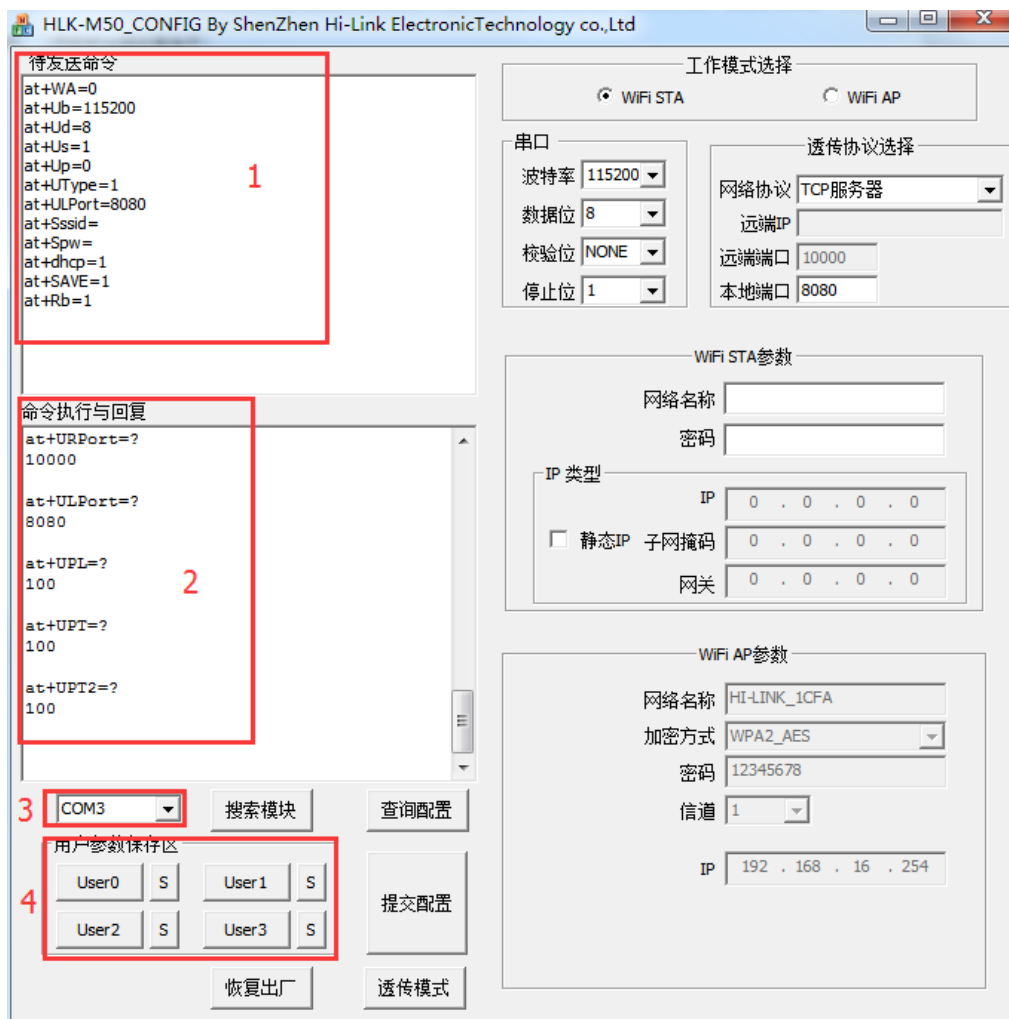

图 6. PC 端配置工具界面图
- 2) 打开 HLK-M50_CONFIG 配置工具，将图 6 中位置 3 的选项设置为和模块连接的串口号；点击搜索模块按钮，图 6 中位置 2 的回复框中出现如下图的内容，说明搜索成功，配置工具已经和模块正确连接并能收发 AT 命令，可进入下一步了；以下所有操作也都在搜索成功的前提下进行；搜索不成功，请检查串口连接，直到搜索成功；
- 4) 在右侧的图形化界面对配置值进行所需要的修改，修改后，图 6 中位置 1 的待发送命令框中会自动生成对应的 AT 命令；
- 5) 修改完成后，点击提交配置按钮，配置工具将通过串口将所有这些 AT 命令发送给模块，实现对模块的配置；在图 6 中位置 1 的命令执行与回复框中将显示模块执行 AT 命令后的回复内容；到此一次配置过程已完成；